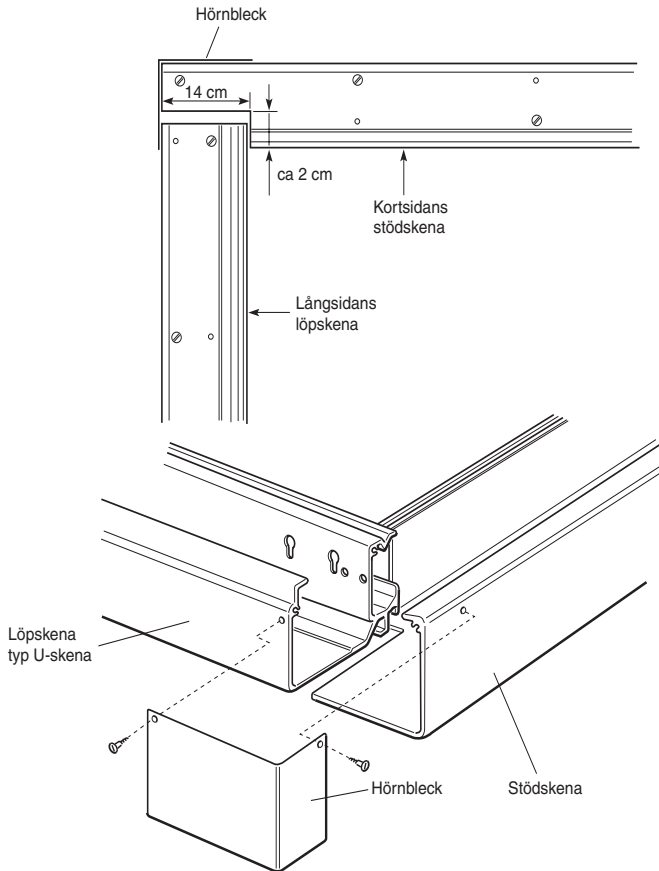

Bild 30. Montering av stödskena
7. Borra ett 8,5-9 mm hål i frontskenan ca 15 cm från frontvagnen, se bild 30. Fäst vajerändarna genom att trä dem genom skruvens hål och sedan dra fast skruven i skenan med hjälp av kupolmuttern.
5. Skruva fast de fyra hörnblecken, se bild 30.